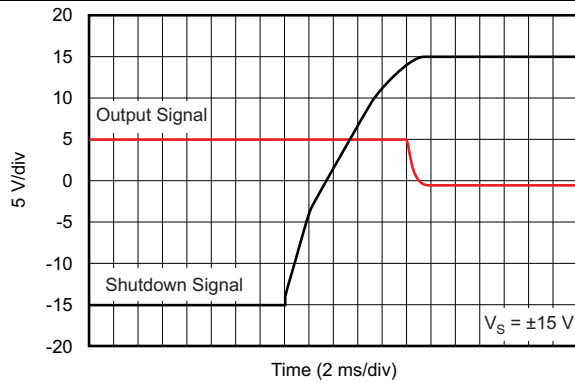

图 39. 关闭瞬态
- (1) 禁用时, 输出呈现高阻抗状态。
(2) 请参阅 典型特性 曲线 (图 39 至图 41)。
OPA211 的关断 (使能) 功能以运算放大器的正电源电压为基准。有效高电平会禁用运算放大器。有效高电平是指施加到关断引脚的正电源电压 (V+) - 0.35V。有效低电平是指正电源引脚下方 (V+) - 3V。例如, VCC 为 ±15V 时, 该器件在 12V 或低于 12V 时启用, 而在 14.65V 或以上时禁用。如果使用双电源或分离式电源, 应注意确保有效高电平或有效低电平输入信号以正电源电压为适当基准。该引脚必须连接到有效的高电压或低电压或者被驱动, 而不是保留开路。典型特性 部分提供了启用和禁用时间 (请参阅图 39 至图 41)。禁用时, 输出呈现高阻抗状态。